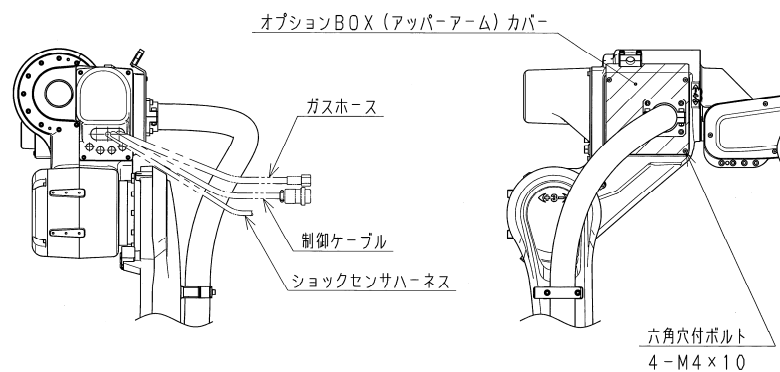

図 1.8 オプション BOX(アッパーアーム)の外観
1. 図 1.8を参考に上部アームにあるオプション BOX(アッパーアーム)のカバーを4本の六角穴付ボルト(M4×10)を外して開けてください。